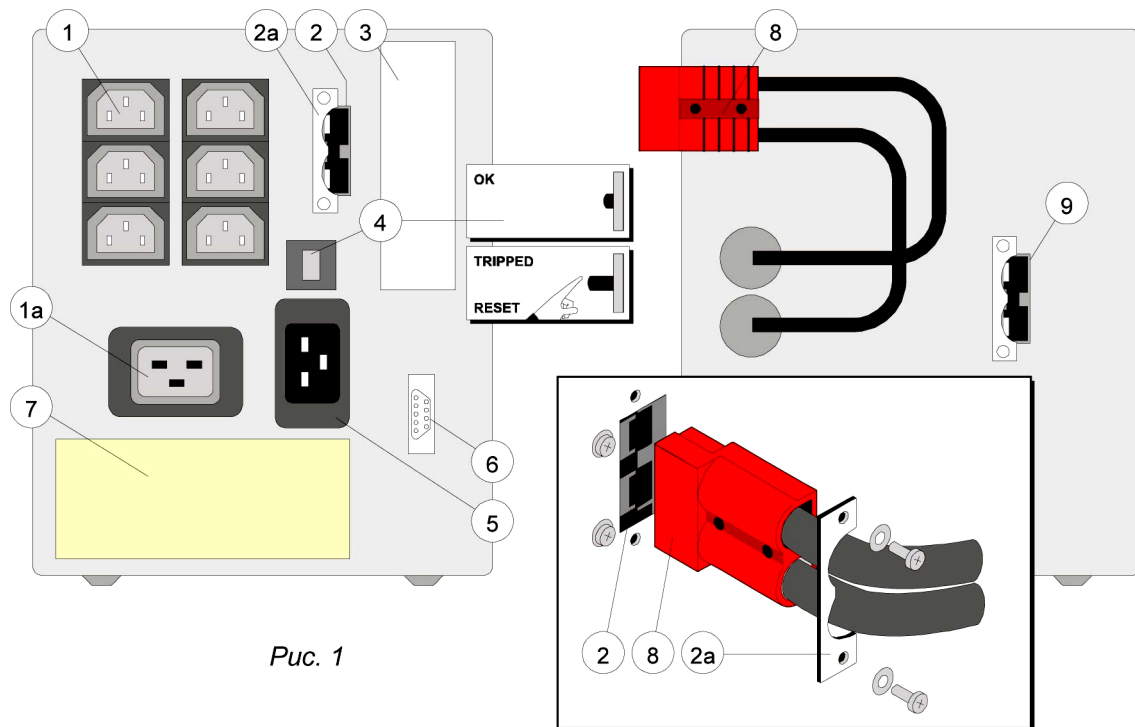
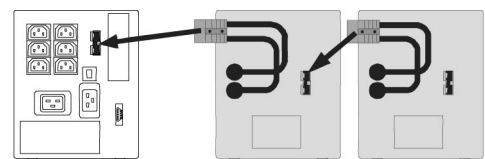
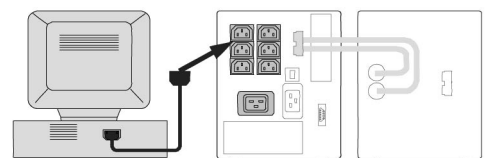
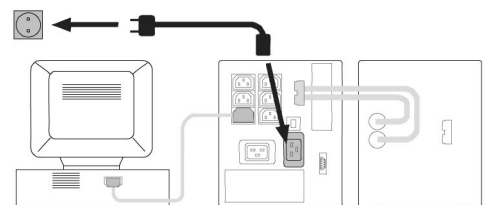

Рис. 1
Рис. 2
Рис. 3
Рис. 4
- суммарная потребляемая мощность подключенного к ИБП оборудования не превышает номинальной выходной мощности ИБП (указана на ярлыке на задней панели) (7 рис.1).
1. Выкрутите два винта и снимите скобу (2а, рис. 1 fig.1). Подключите выходной разъем постоянного тока (2, рис. 1 fig.1) батарейного корпуса к соответствующему разъему на задней панели ИБП. Установите скобу на прежнее место. Аналогично, используя выходной разъем постоянного тока, подключаются второй, третий батарейные блоки и т.д. (см. 9 рис. 1 fig.1, рис. 2 fig.2 и раздел 5.1.)
2. Используя выходные кабели, поставляемые вместе с ИБП, подсоедините компьютеры к выходам ИБП. Распределяйте нагрузки как можно более равномерно по выходным розеткам ИБП. При использовании сетевых разветвителей учитывайте максимальный ток каждой выходной розетки ИБП, который составляет 10А для розеток типа 1 (рис. 1) (группы (1)), или 16А для розетки типа 1а (1а). Нагрузочный кабель для подключения нагрузки к розетке типа 1а (1а) в комплекте не поставляется. См. рис.3.
3. Подключите силовой шнур питания к входной сетевой вилке (5, рис. 1 fig.1) на входе ИБП. См. рис. 4 fig.4.
4. Подключите сетевой шнур питания к исправной сетевой розетке с заземляющим защитным контактом. См. рис. 4 fig.4.
6. Для расширения коммуникационных возможностей можно подключить к компьютеру порт последовательного интерфейса RS232 (3, рис.1), или можно использовать интерфейсные карты (опции). См. часть 4.